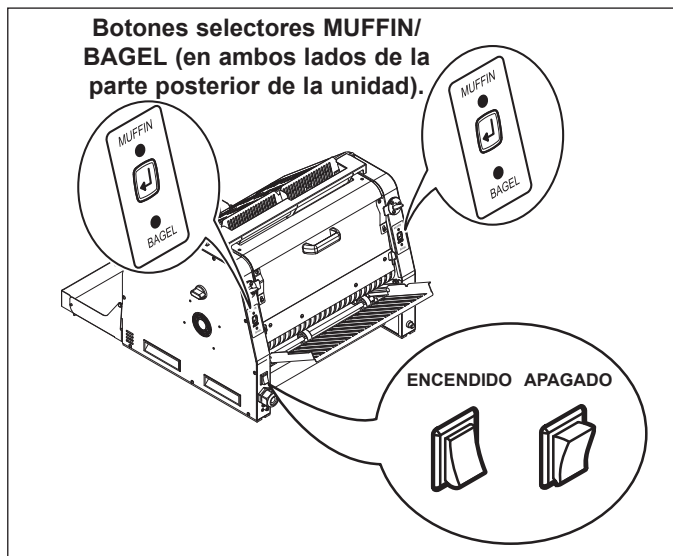

Figura 6. Purgar productos: Parte posterior de la unidad
Con la unidad en el modo LISTO o ESPERA, también puede oprimir y mantener así AMBOS botones selectores **MUFFIN/BAGEL** juntos para purgar producto de la unidad. Estos botones se hallan en la parte posterior de la unidad (Figura 6).
3. Presione y mantenga así ambos botones selectores **MUFFIN/BAGEL** en la parte posterior de la unidad (Figura 6) hasta que quede expuesta la parte sin limpiar de la correa. Repita el paso 2 sobre la parte sin limpiar de la correa.